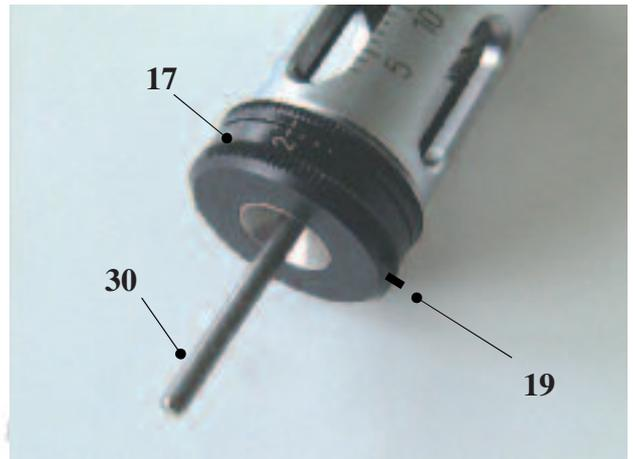

Fig. 10
- Tourner la bague de centrage (17), pour ouvrir au maximum les mâchoires de centrage (25) et engager la pige de calibrage (30). Tourner alors la bague de centrage (17) pour fermer les mâchoires de centrage contre la pige de calibrage (30), Fig. 10.
- Desserrer la vis (19) (noire) et tourner la bague de centrage (17) dans le sens horloge jusqu'à un diamètre de 2,0 mm. Resserrer la vis (19) (noire) et retirer la pige de calibrage (30).